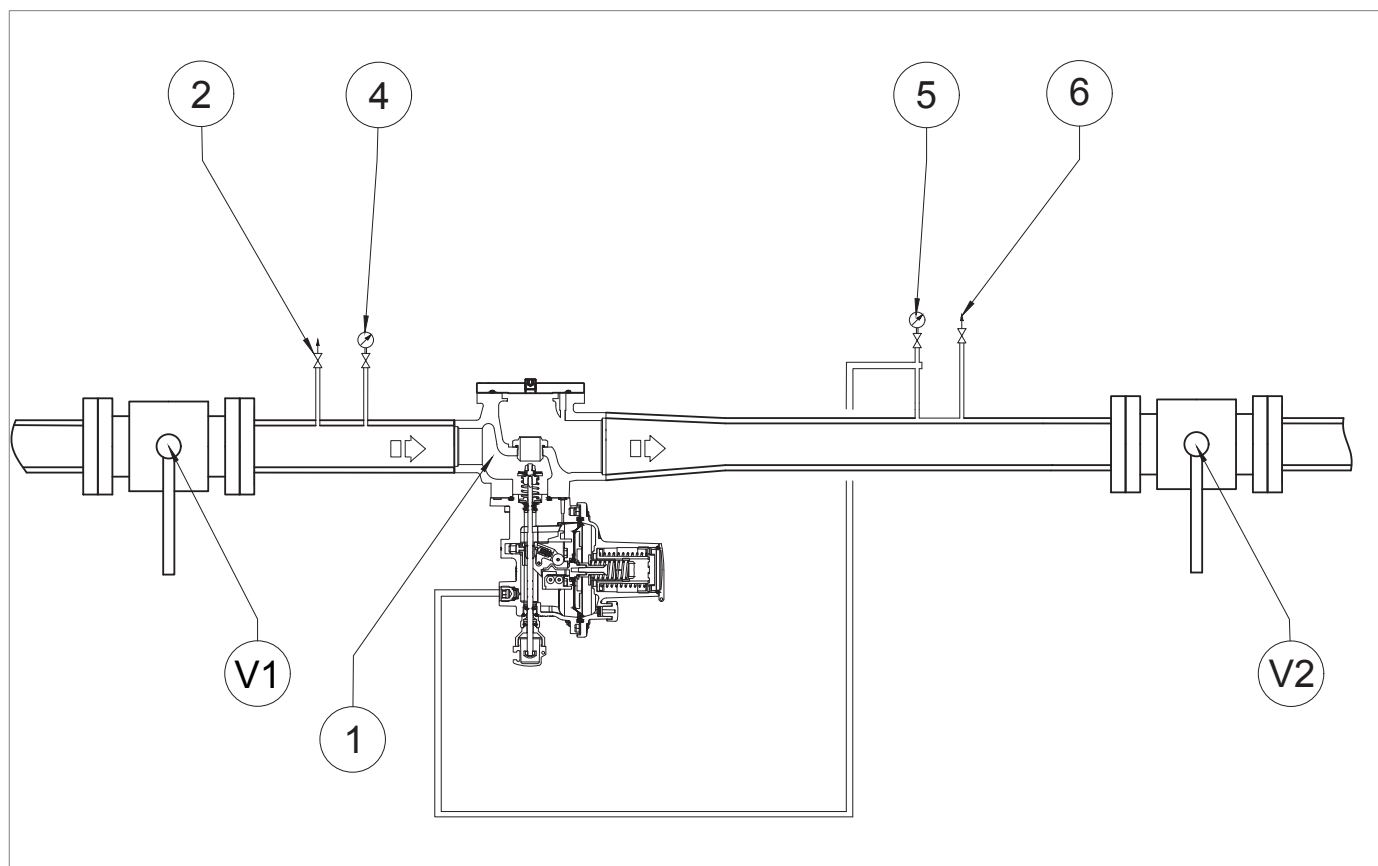
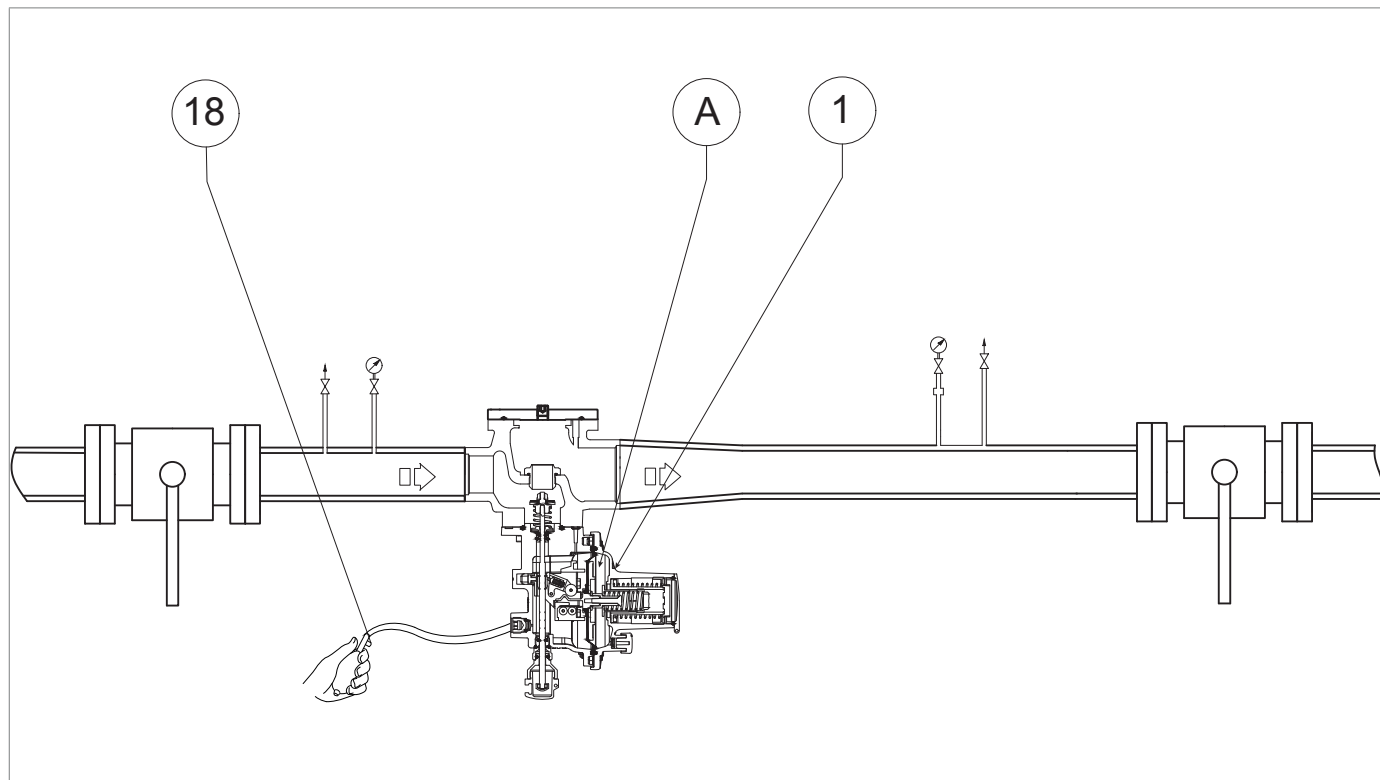

Fig. 8.14. Messa in servizio della valvola di blocco DILOCK installata singolarmente
Fig. 8.16. Pressurizzazione fonte esterna DILOCK installata singolarmente
1	<p>Aumentare la pressione nel corpo del pressostato (C) per verificare la corretta taratura dello stesso, utilizzando una fonte di pressione esterna (Fig. 8.16).</p> <div style="border: 1px solid blue; padding: 5px;"> <p>! AVVISO!</p> <p>Controllare la pressione facendo riferimento al manometro di valle (Fig. 8.14, rif. 5).</p> <p>Se la valvola di blocco:</p> <ul style="list-style-type: none"> • interviene prima del valore di pressione previsto: avvitare (senso orario) la ghiera di regolazione (13) così da comprimere maggiormente la molla (11); • non interviene al valore di pressione previsto: svitare (senso antiorario) la ghiera di regolazione (13), così da scaricare la molla (11). </div>
2	Diminuire la pressione nella testata del pressostato utilizzando il rubinetto di scarico (18) della fonte esterna o il rubinetto di scarico (Fig. 8.14, rif. 6)
1	Aprire parzialmente il rubinetto di scarico (Fig. 8.14, rif. 6) e tenerlo aperto per le fasi successive.
2	<p>Diminuire la pressione di valle fino alla pressione minima richiesta di intervento della valvola di blocco.</p> <div style="border: 1px solid blue; padding: 5px;"> <p>! AVVISO!</p> <p>Controllare la pressione facendo riferimento al manometro di valle (Fig. 8.14, rif. 5).</p> <p>Se la valvola di blocco:</p> <ul style="list-style-type: none"> • interviene prima del valore di pressione previsto: svitare (senso antiorario) la ghiera di regolazione (15) così da scaricare la molla (17); • non interviene al valore di pressione previsto: avvitare (senso orario) la ghiera di regolazione (15), così da comprimere maggiormente la molla (17). </div>
3	Chiudere il rubinetto di scarico (Fig. 8.14, rif. 6).
5	Per riarmare la valvola di blocco, aumentare la pressione di valle (Pd) della linea, utilizzando una fonte di pressione esterna (Fig. 8.16).